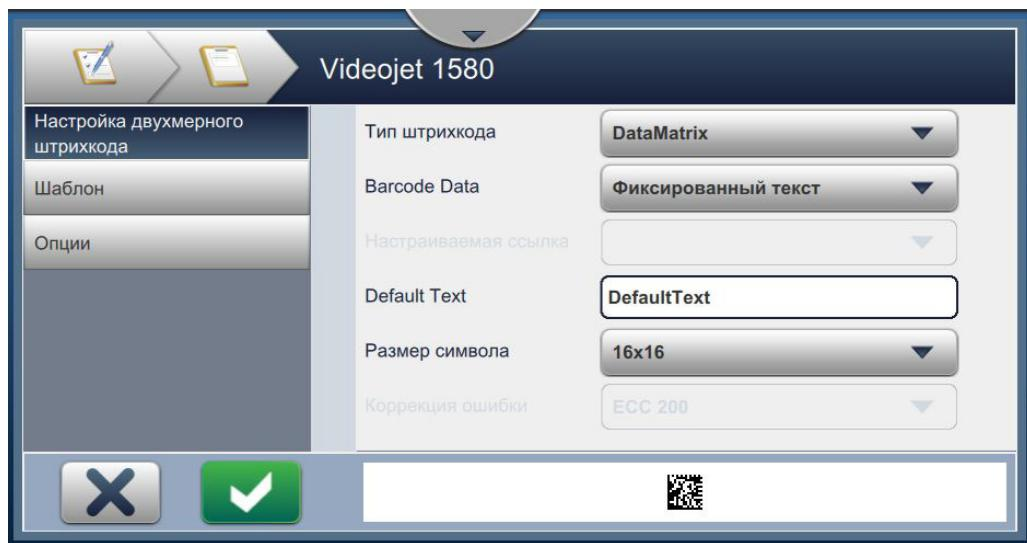

Рис. 6-11: Экран «Настройка двухмерного штрихкода»
7. Экран «Настройка двухмерного штрихкода» позволяет пользователю выбрать настраиваемую ссылку, как показано на Рис. 6-11.